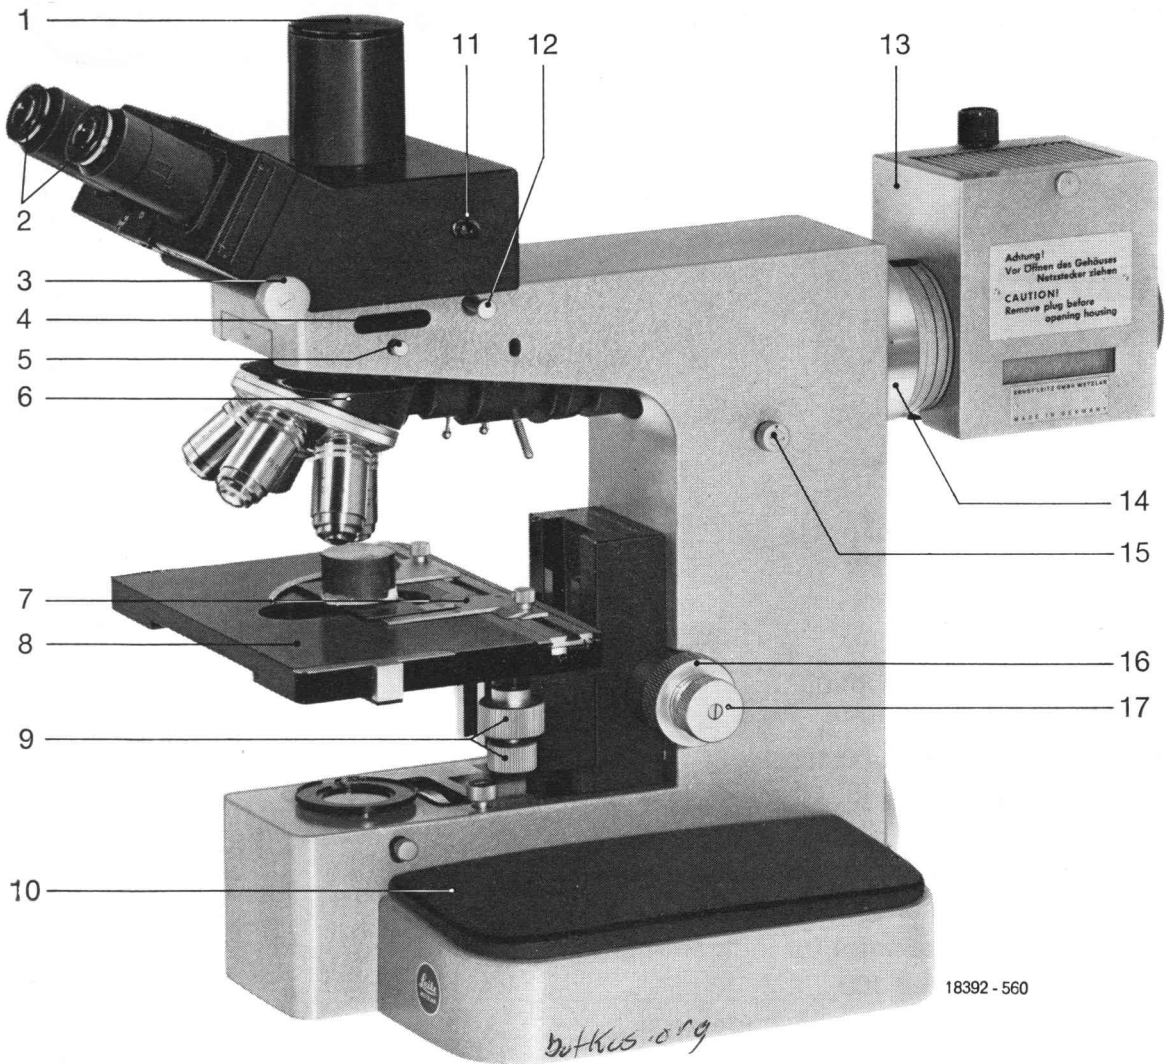

Fig. 1
\* Fig. 1.16 indicates item 16, Fig. 1.